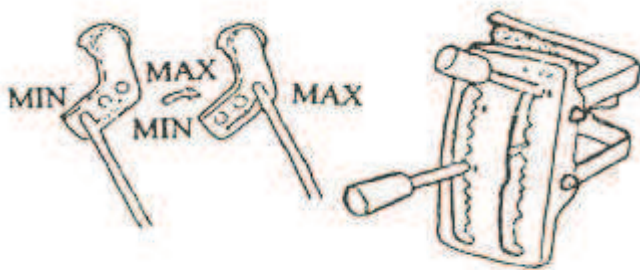

Рис. 12
2) Опытление. Настройте степень выброса путем перемещения стержня из отверстий в рукаве (см. Рис. 12).